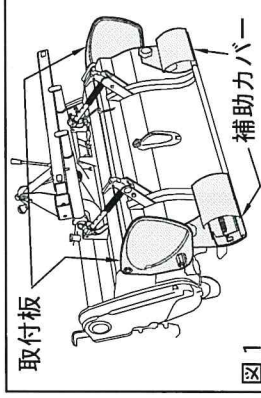
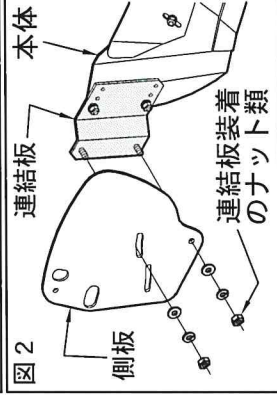

図1
図2
- ①ニューフリップカバ位置は、培土位置に合わせます。
- ②ロータリ側方の左右の取付板を取り外します。取り外した時のボルト類は大切に保管して下さい。(図1参照)
- ③ロータリリヤカバ一両隅の補助カバ(折りたたみ式延長)を取り外します。(図1参照)
- ④付属のうね盛板用側板を①で取り外した所に、付属のボルトで左右それぞれに取り付け固定してください。(下記表参照)
- ⑤④の側板にうね盛板本体(組付けている連結板のボルト)を左右それぞれに取り付けます。(図2及び下図を参照)
- ⑥縦・横支柱パイプを左右それぞれに取り付け、左右の横支柱パイプ支柱棒を左右均等になるよう(指示線を目安に)差し込み、ボルトにて確実に締め付け固定してください。